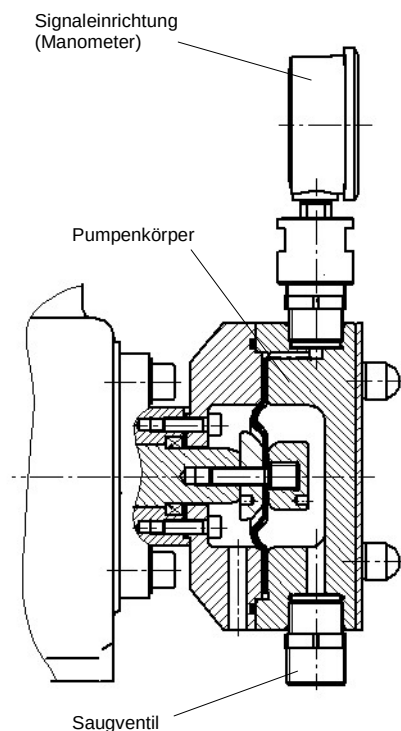

Abb. 40
- Signaleinrichtung einschrauben (siehe Abb. 40)